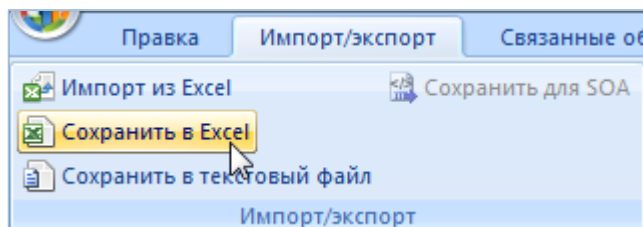

Рис. 14-25 – Кнопка «Сохранить в Excel» панели «Импорт/экспорт»
2) Нажать кнопку «Сохранить в Excel» панели «Импорт/экспорт» (рис. 14-25).